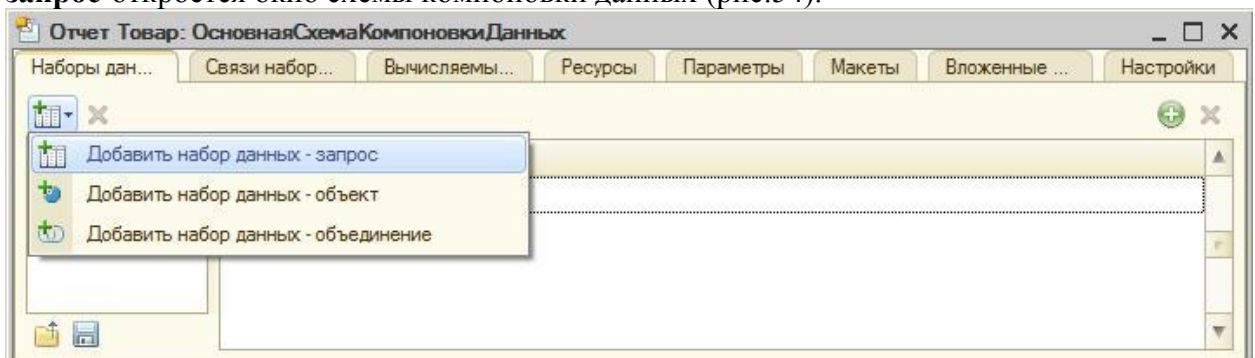
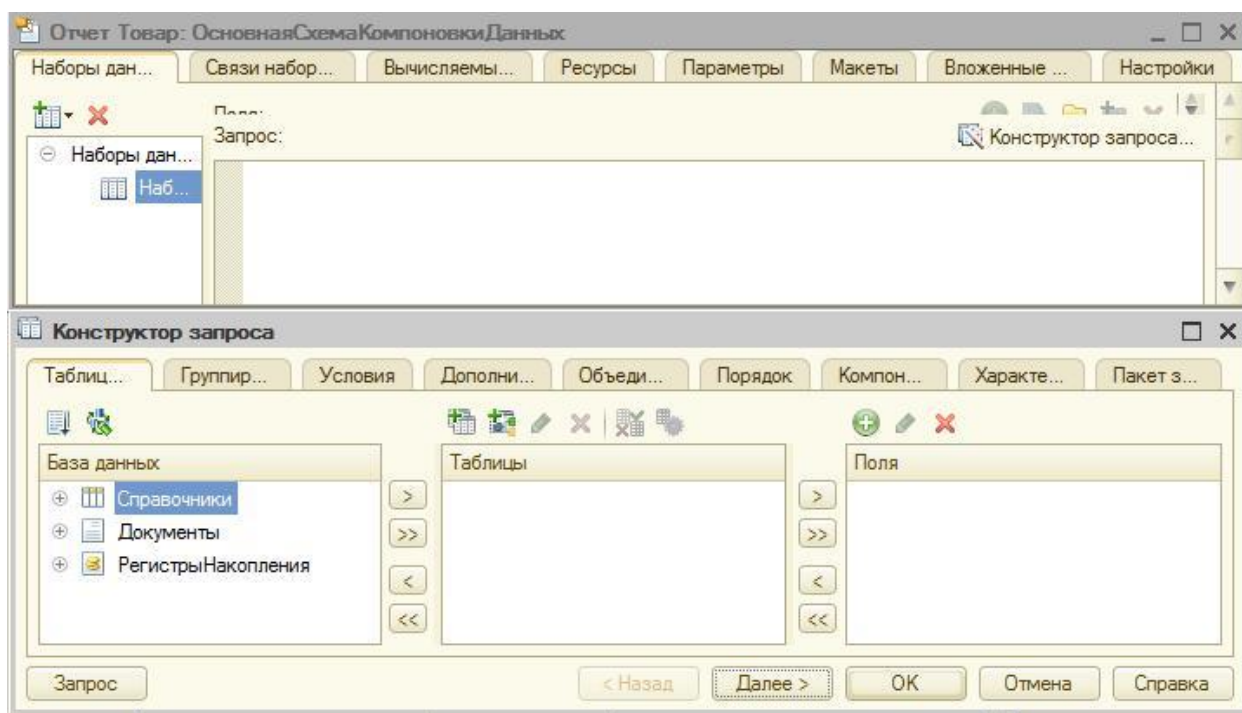

Рис. 53
Рис. 54
■ воспользуемся самыми простыми возможностями конструктора и определим те данные, которые необходимо представить в отчете. В закладке *Наборы данных* конструктора схемы компоновки (рис. 53) выберите **Добавить новый набор данных - запрос**-откроется окно схемы компоновки данных (рис.54).
■ для того чтобы создать текст запроса, включите конструктор запроса, щелкнув на кнопке **Конструктор запроса** (рис.54).